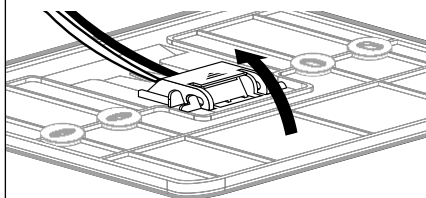

Abb. 2
- schließen Sie die beiden Kabel an die klemmen an (wie auf nachfolgender Seite beschrieben) und schließen Sie die Schutzlasche (Abb. 2),